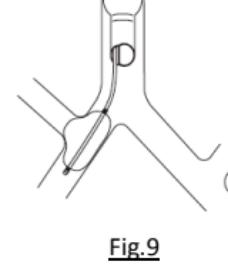

Fig.9
- Pour une thoracotomie à droite, positionner et gonfler le ballonnet du bloqueur de sorte à créer une légère hernie dans la branche lobaire supérieure. Ceci aidera à fixer le ballonnet du bloqueur en position et à parfaitement bloquer la bronche souche principale droite (Fig. 9).